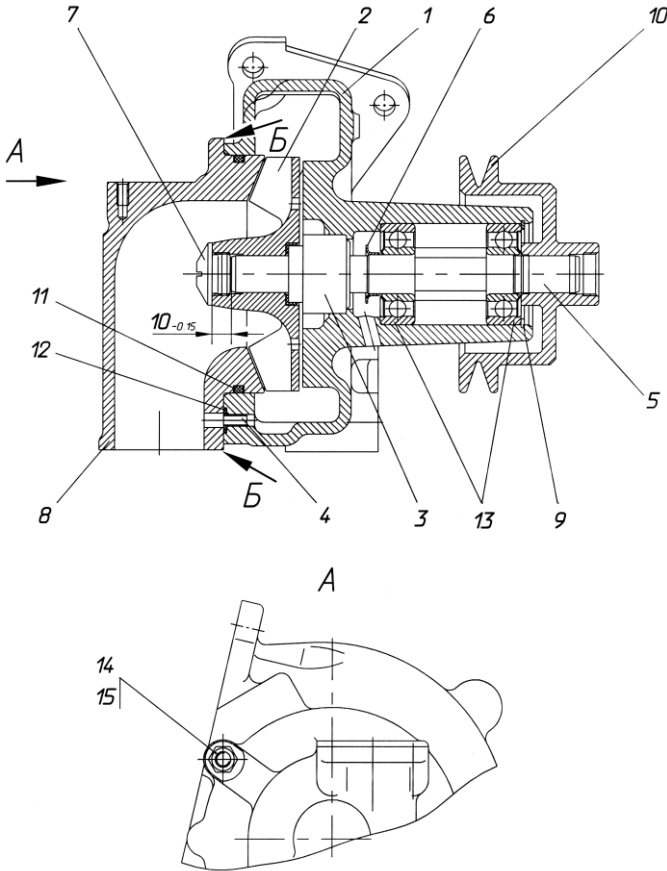

Рис. 103. Водяной насос:
- 4 Отвернуть гайки 14 (рис. 103) патрубка 8.
- 2 Напрессовать на вал 5 (рис. 103) подшипники 13 и водосбрасыватель 6. При этом необходимо:
- 9 Напрессовать крыльчатку 2 в сборе с манжетой и уплотнительной втулкой на вал 5 (рис. 103). При этом необходимо:
- установить крыльчатку ив валу в размер $10_{-0,15}$ мм (рис. 103) между торцом вала и торцом ступицы крыльчатки. Для этого необходимо при запрессовке установить на торец вала диск диаметром не более 13 мм и высотой $10_{-0,15}$ мм.